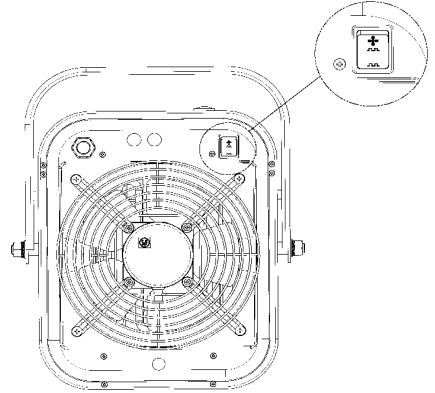

Fig. 6
-Cuando el conmutador situado en la parte posterior (fig.6), esté en la posición  el termostato opcional (TR-1 o TR-2) actúa únicamente sobre las resistencias, desconectándolas cuando la temperatura seleccionada por el termostato esté alcanzada. El ventilador funciona permanentemente.